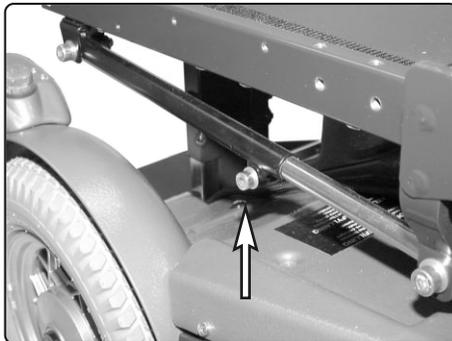

Abb. 33: Manuelle Einstellung Rückenlehne
2. Wenn Ihr Sitz mit einer manuell verstellbaren Rückenlehne ausgestattet ist, wird der Winkel anhand der Schraube eingestellt (Abb. 33).